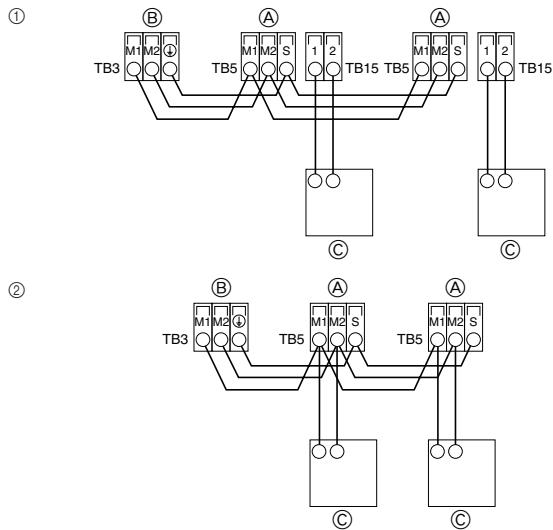

Fig. 4-2
4.2. Anschluß der Fernbedienungs-, Innen- und Außenübertragungskabel (Fig. 4-2)
① MA-Fernbedienung
② M-NET-Fernbedienung